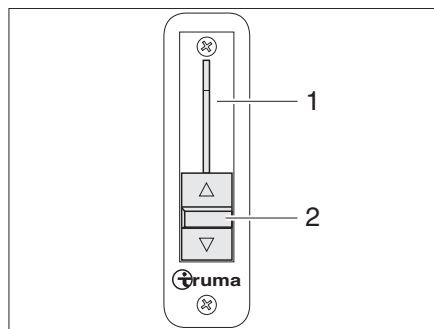

Bild 28 Strangsperr
Der Schieberegler (Bild 28,2) für die Strangsperr (Bild 28,1) befindet sich links außen am Armaturenbrett.
*Strangsperr schließen:* ■ Hebel (Bild 28,2) ganz nach unten schieben. Die Strangsperr ist geschlossen.